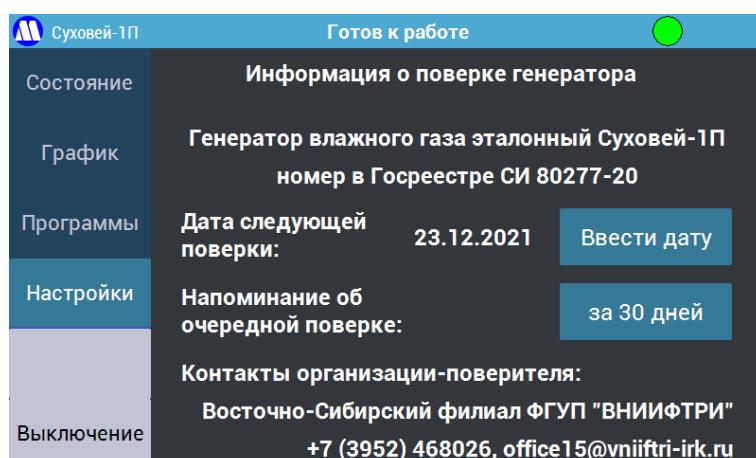
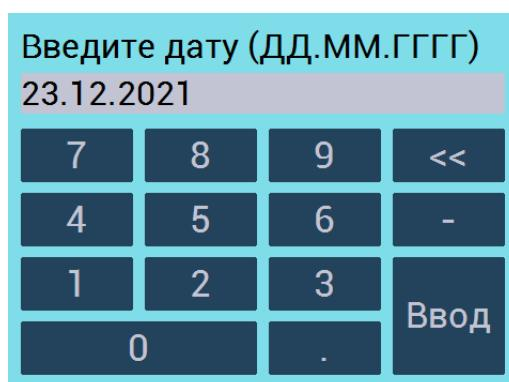

Рисунок 17 – Экран «Информация о поверке генератора».
Рисунок 18 – Экранная клавиатура для ввода даты следующей поверки генератора.
7.2.14. Кнопка «Информация о поверке генератора» отображает экран (Рисунок 17), на котором указано полное наименование генератора, его номер в Федеральном информационном фонде по обеспечению единства измерений, контакты организации-поверителя (на момент разработки настоящего документа – единственного в России, который имеет право осуществлять поверку генераторов влажного газа 1-го разряда), имеется возможность ввода даты очередной поверки с экранной клавиатуры (Рисунок 18). При вводе даты с экранной клавиатуры соблюдайте следующий формат ввода даты – ввод точек обязателен, день и месяц вводятся двумя цифрами, год – четырьмя. Имеется возможность установки напоминания о предстоящей поверке при включении генератора. Рекомендуется обращаться в организацию-поверитель минимум за месяц до окончания срока поверки.